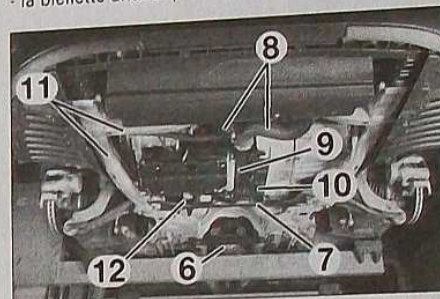

FIG.50
- le filtre à particule (6) (Fig.50).
- la traverse antirapprochement (7).
- les conduits d'air de suralimentation (8) et (9).
- la tôle (10).
- la partie avant de berceau (11).
- la biellette anticouple (12).